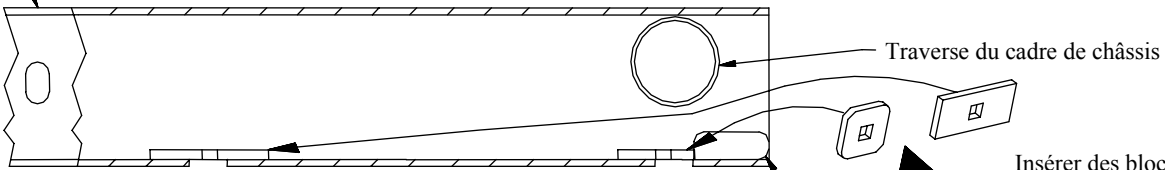
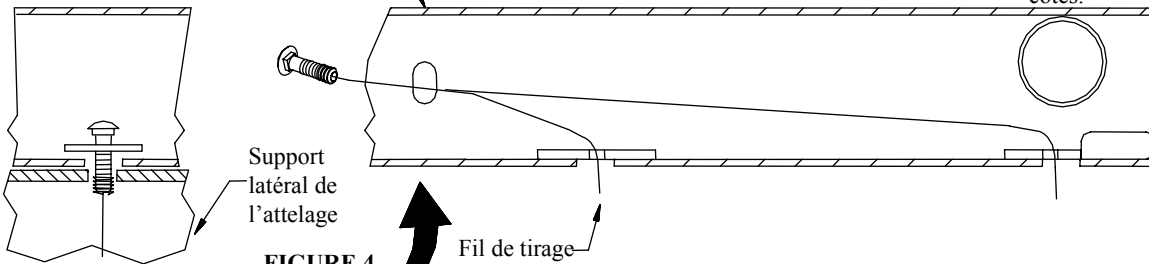

FIGURE 3
FIGURE 4
Fishwire carriage bolts thru slots in frame; both sides. See figure 3.
Push/slide 1/4" thick blocks thru end of frame, both sides. See figure 4
3. Slide/push 1/4" x 1-1/2" X 3" blocks and 1/4" X 2" X 2" blocks thru end of frame between frame spacer and vehicle crossmember and align with holes in hitch side bracket, (See Figure 3.) Fishwire carriage bolts thru slot in frame rail and down thru blocks and side brackets, See Figure 4. Install fasteners as shown. **Note:** On some models it may be possible to install rearmost carriage bolt thru end of vehicle crossmember and down thru block and frame rail into hitch side brackets.
À l'aide d'un fil, tirer les boulons de carrosserie à travers les fentes du châssis, des deux côtés. Voir la figure 3.
Insérer des blocs 1/4 x 1-1/2 x 3 po et 1/4 x 2 x 2 po dans le bout du cadre de châssis entre l'espaceur du cadre et la traverse, puis aligner sur les trous du support latéral de l'attelage (voir la figure 3). À l'aide d'un fil, tirer les boulons de carrosserie à travers la fente du longeron de châssis, puis vers le bas à travers les blocs et les supports latéraux (voir la figure 4). Fixer la visserie comme illustré.